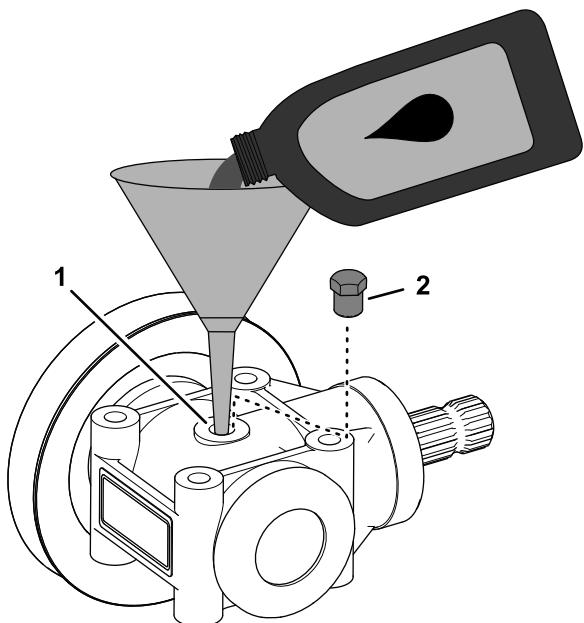

図 120
- プラグの穴が上向きになるようにギアボックスを回転させる図 120。
- プラグの穴から所定のオイルを 112 ml 入れる図 120。
- ギアボックスのケースにプラグを取り付ける図 120。